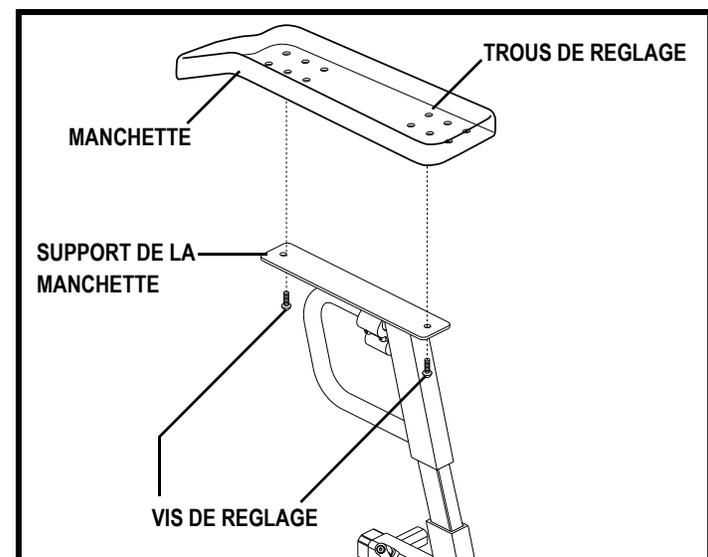

Figure 18. Réglage la position de la manchette
1. Enlevez les vis de réglage du dessous avant et arrière de la manchette de l'accoudoir. Voir la figure 18.